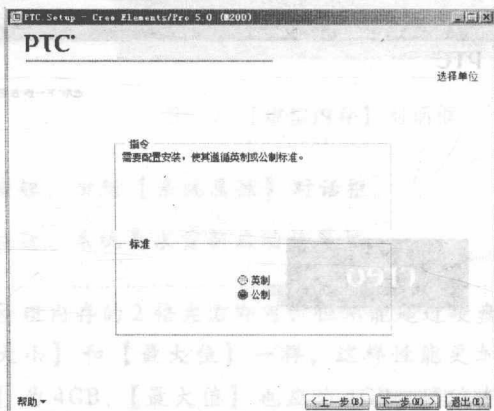

图 1-10 选择单位
(11) 单击 **下一步(N) >** 按钮, 进入选择单位制界面, 在 **【标准】** 选项组单击 **【公制】** 单选按钮, 如图 1-10 所示。
(12) 单击 **下一步(N) >** 按钮, 进入指定许可证文件界面, 单击 **添加** 按钮, 弹出 **【指定许可证服务器】** 对话框。